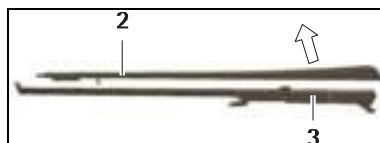

Fig. 12
- Remova a peça deslizante 2 da parte principal 3 na direção da seta, veja a fig. 12. A haste 6 é desmontada.